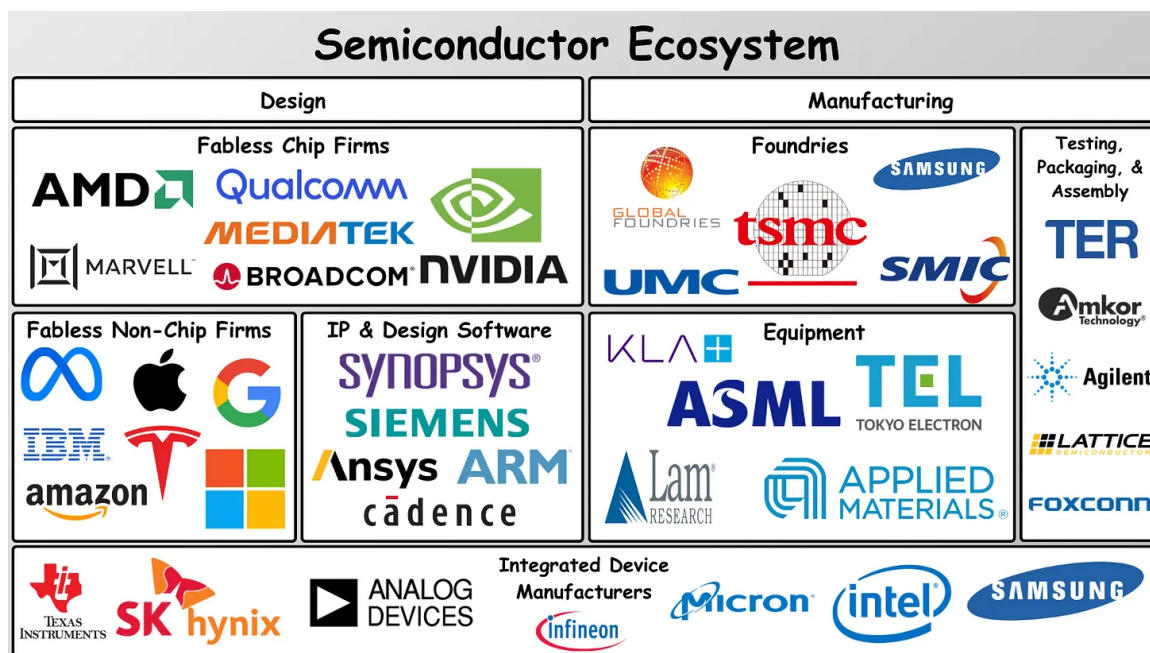

图 11: 半导体生态系统示意。不同类别公司在输入、输出和责任边界上显著不同。
9. 在图 11 中选几类公司，查一查它们的代表企业，说说它们主要做什么、在产业链中处于什么位置。